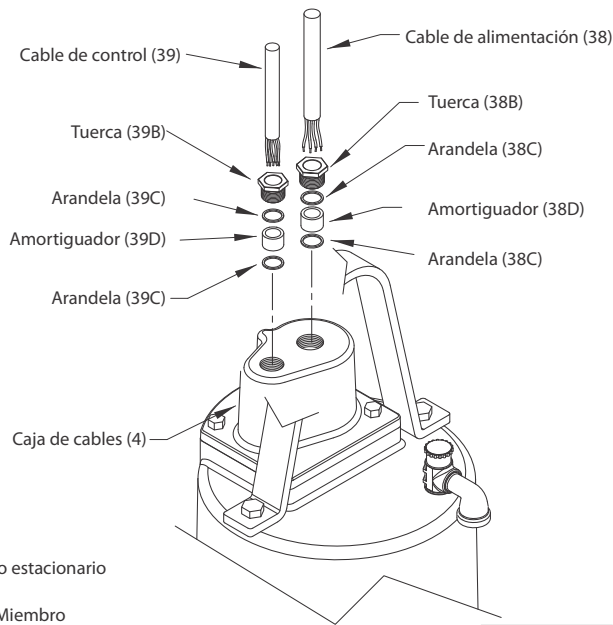

Figura 4
Ensamble de la Cubierta de cables - Verifique el cable de alimentación (38) y el cable de sensores (39) por grietas o daños, y reemplace la cubierta completa (4) si es necesario (vea la figura 4). Lleve los cables del motor a través de la abertura de la cubierta del motor (3), compruebe la envoltura y reemplace si está dañada. Coloque el empaque (5) en la cubierta de cables (4) y reconecte los cables usando conectores y aislantes. Vea la figura 5, para el esquema del cableado.
Retire las tuercas (38B) y (39B), arandelas (38C) y (39C), y amortiguadores (38D) y (39D) de la cubierta para cable (4), inspeccione y reemplace si está dañado (vea la figura 4). Vuelva a ensamblar insertando su amortiguador, arandelas y tuerca dentro de la cubierta para cable. Apriete la tuerca con un torque de 15 lbs-plg para evitar fugas.